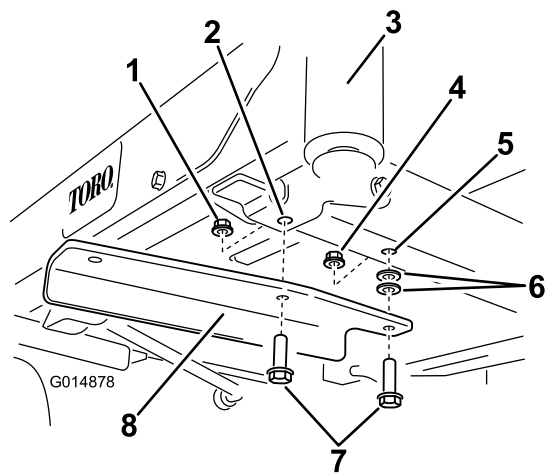

Bild 5
3. Befestigen Sie die Halterung mit zwei Schrauben (3/8" x 1-1/4"), zwei Scheiben und zwei Sicherungsmuttern (3/8") am Rahmen (Bild 5). Eine Sicherungsmutter finden Sie in den losen Teilen und die andere haben Sie vorher entfernt.